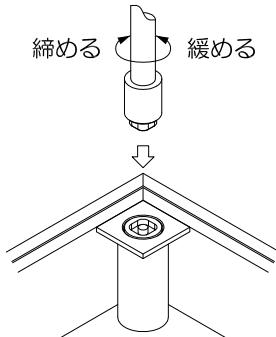

図1
- 4、専用鍵ハンドルで4隅のボルトを時計方向に回して締め付けます。（図1）